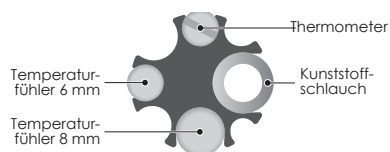

Bild 11: Das Steckmodul in der Draufsicht mit Thermometer und zwei Temperaturfühlern. **Der Kunststoffschlauch ist keine Aufnahme für Temperaturfühler**
**Der Kunststoffschlauch im Steckmodul dient für einen sicheren Sitz und Fixierung des Steckmoduls und ist keine Aufnahme für Temperaturfühler (► Bild 11).**